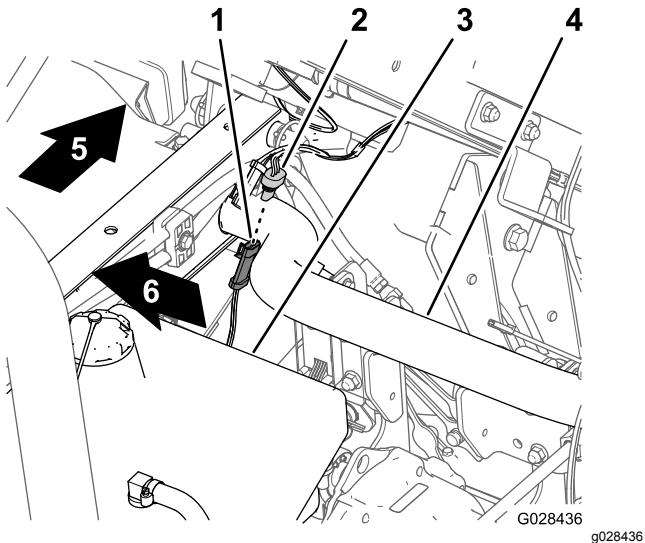

図 17
- スプレーヤ用のワイヤハーネスの中から、速度センサー回路用の3口のコネクタを探し出す(図17)。
- 車両のトランスアクスルで、車両側の速度センサー用ワイヤハーネスの3ピンコネクタを、スプレーヤのハーネスの3口コネクタに接続する(図17)。